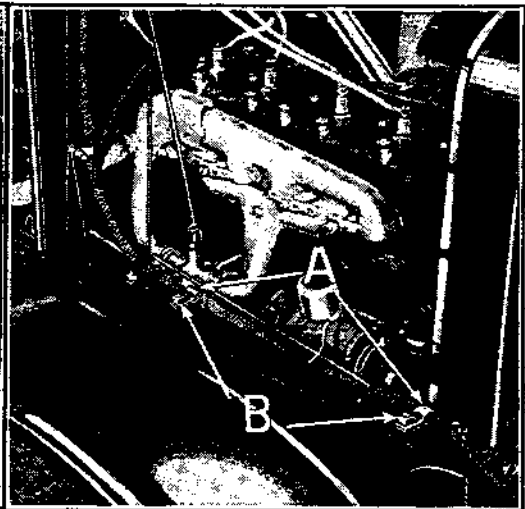

Fig. 109
- c) Passer les 2 boulons de fixation de la bajoue au châssis dans le châssis et l'aile, passer les attache-câbles sur les boulons (voir A, fig. 109) et visser les écrous B sur les boulons.